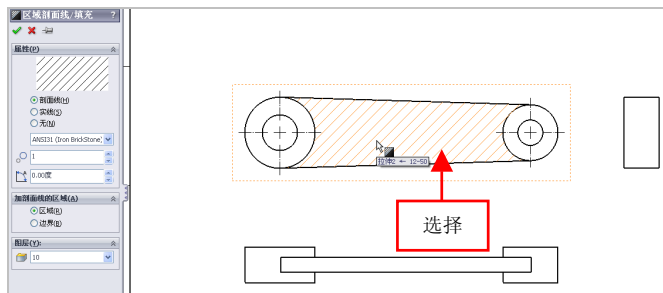

图 12-52 选择合适的区域
(3) 弹出【区域剖面线/填充】属性管理器, 选择左上方视图的合适区域, 如图 12-52 所示。